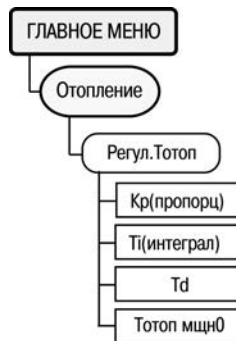

Рисунок 6.16
6.11.29 Для задания параметров, определяющих функционирование регулятора контура отопления, служит пункт меню //Отопление/Регул.Тотоп (рисунок 6.16). В этой ветви располагаются параметры ПИД-регулятора, используемые при управлении КЗР отопления с дискретным, либо аналоговым управлением. Коэффициенты могут быть определены автоматически в режиме автоматической **АНР отопл**.